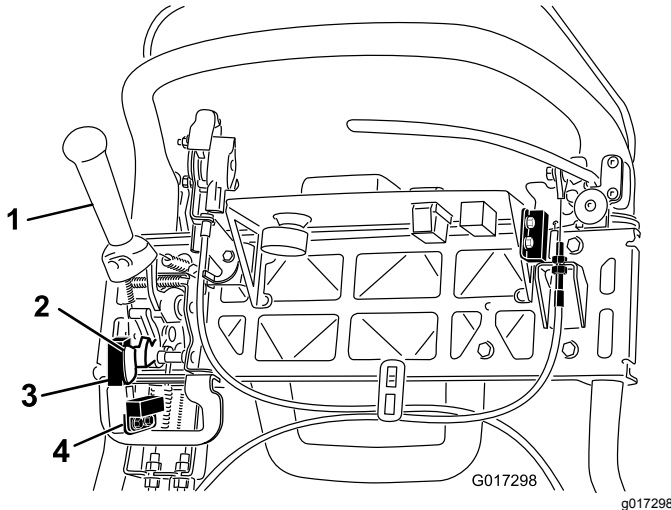

Bild 44
4. Lösen Sie die Befestigungsschrauben des Sicherheitsschalters (**Bild 44**).
5. Legen Sie eine 1,6 mm dicke Beilagscheibe zwischen den Fahrantriebshebel und den Sicherheitsschalter (**Bild 44**).
4. Lösen Sie die Befestigungsschrauben des Mähensors (**Bild 44**).
5. Legen Sie eine 1,6 mm dicke Beilagscheibe zwischen das Mähensorflag und den Mähensor (**Bild 44**).